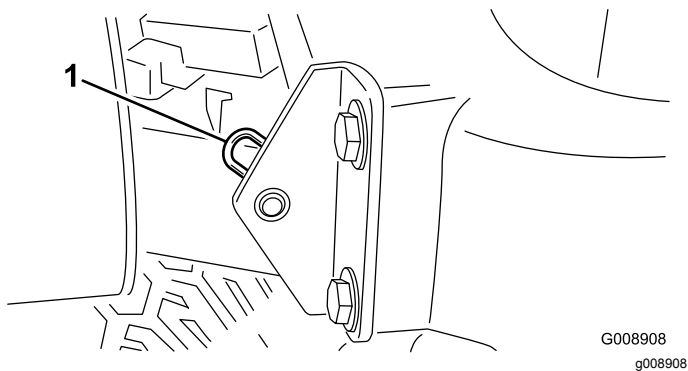

Figura 35
2. Togliete la coppia che fissa il perno del cofano alle staffe di montaggio (Figura 35).